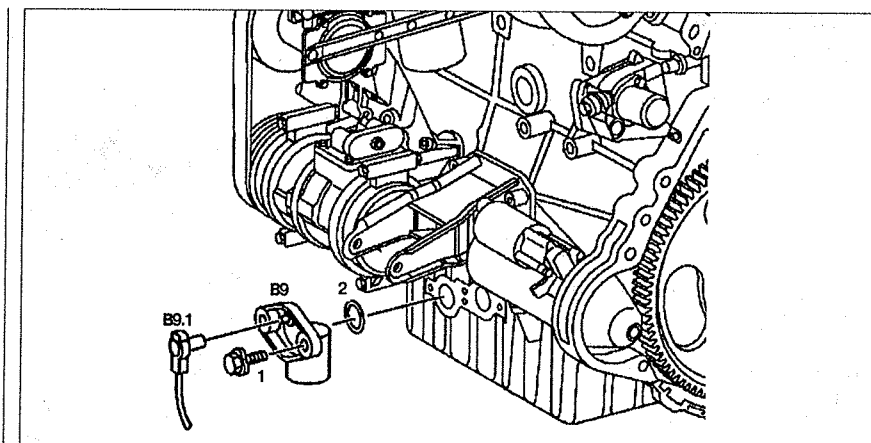

Рис. 2.94. Датчик уровня масла: 1. Болт крепления, 2. Фиксатор, В9. Датчик уровня масла, В9.1. Разъем проводки датчика.
3. Отсоедините разъем проводки В9.1 от датчика уровня масла (см.рис. 2.94).